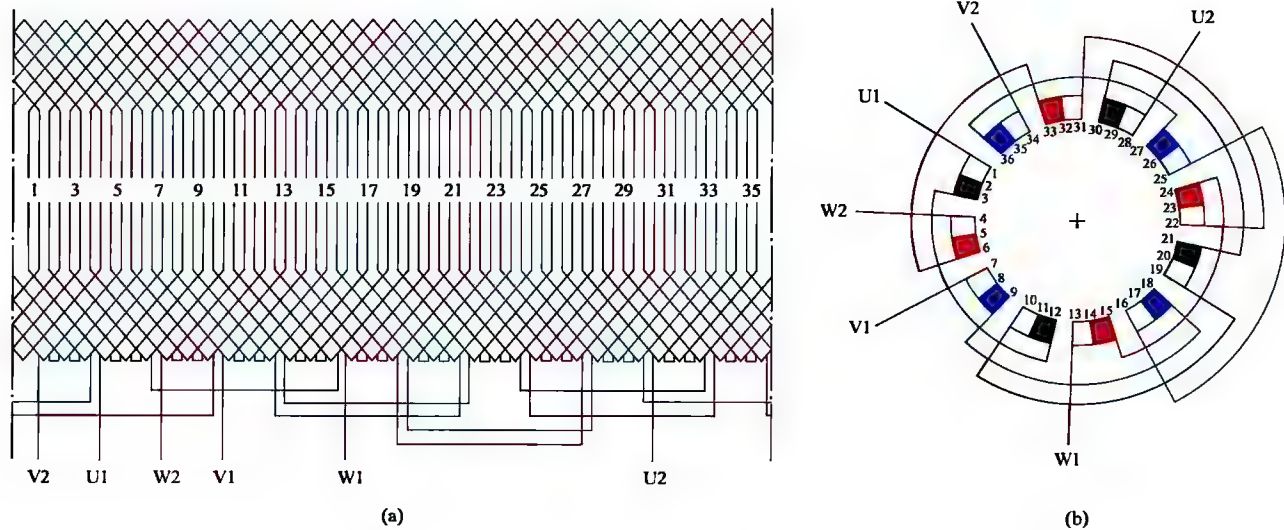

图 1-32 三相 4 极 36 槽双层叠绕组 1 路接法
32. 三相 4 极 36 槽双层叠绕组 1 路接法展开图与接线圆图 (见图 1-32)